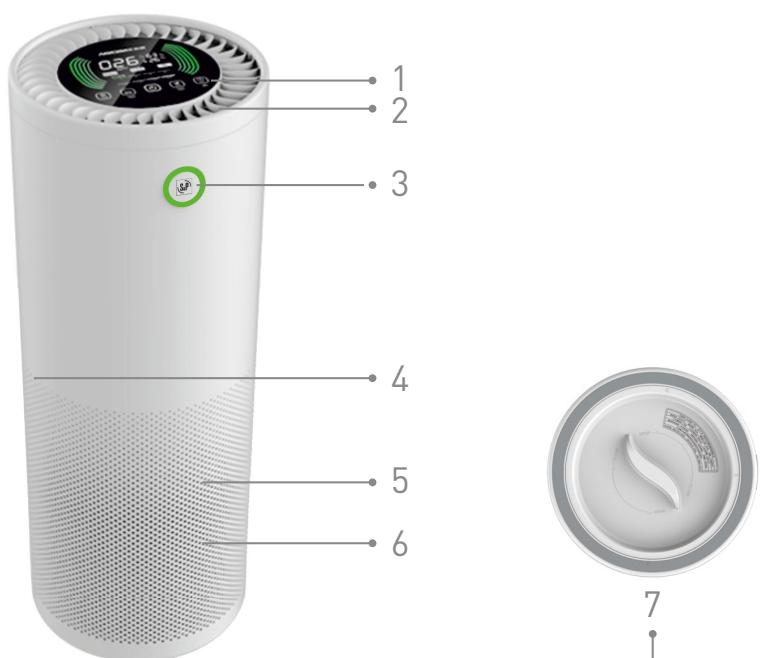
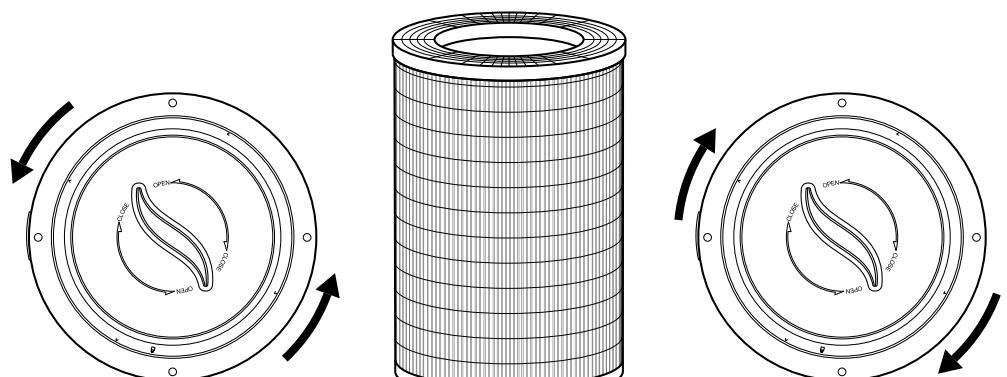

Fig. 1
Fig. 2
2. DESCRIPCIÓN (Fig. 1)
- Acceda al filtro de tambor (Fig.1 posición 7) girando la tapa ubicada en la base en sentido anti-horario (Fig. 2).
- Acceda al filtro de tambor [Fig.1 posición 7] girando la tapa ubicada en la base en sentido anti-horario (Fig. 2).